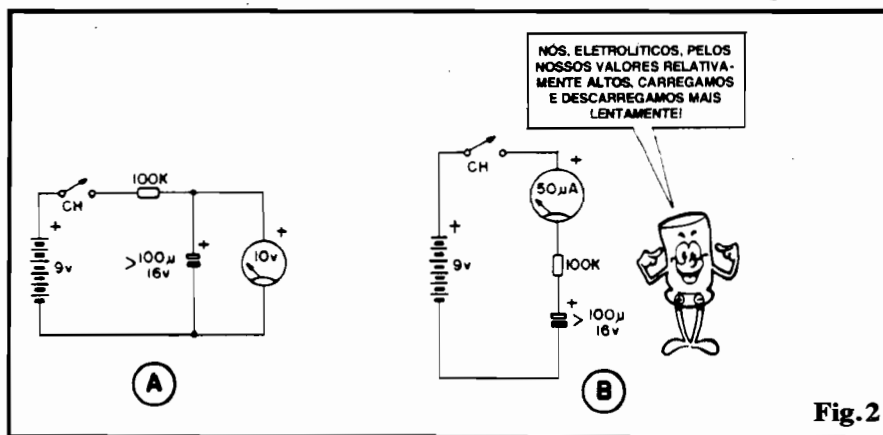

Fig. 2
- FIG. 2 - Usando medidores de TENSÃO e CORRENTE (aprendemos sobre eles na presente Revista/"Aula", e na anterior...) e munindo-nos de capacitores de valor elevado (nos de pequeno valor os fenômenos se dão de maneira muito rápida para um acompanhamento "visual"...) podemos "ver" esses fenômenos da carga e da descarga de um Capacitor, comprovando "ao vivo", tudo o que aqui foi dito! No arranjo mostrado em 2-A, monitorando a Tensão no capacitor (100u ou mais...) com um VOLTÍMETRO, ou com um MULTÍMETRO na função de VOLTÍMETRO, chaveado para uma faixa de 10 ou 12V, poderemos ver a "evolução" da carga, com o ponteiro do instrumento avançando lentamente ao longo do arco da escala de "voltagem"... Verifiquem que a "velocidade" do ponteiro, no começo da carga é bem diferente daquela mostrada no fim (já explicamos a razão disso...). Em 2-B temos um arranjo que nos permitirá "ver" diretamente a Corrente de carga. No caso precisamos de um microamperímetro,
Quem fizer a EXPERIÊNCIA da fig. 2-B perceberá que a Corrente de carga, monitorada pelo instrumento (microamperímetro) nunca se aproxima **totalmente** do "zero" (embora teoricamente ela "devesse" chegar praticamente "lá"...). Uma "correntinha", na casa dos "alguns microampères", deverá persistir, indefinidamente. Isso ocorre devido à presença da chamada "fuga" nos Capacitores, notadamente nos eletrolíticos! A isolação do dielétrico (ver "Aula" nº 2), que é formado por um eletrolito gerado por processos químicos, nunca é **perfeita** (como "deveria" ser...), permitindo assim que um minúsculo fluxo de Corrente permaneça, como se houvesse (e na prática podemos considerar que **há**...) um Resistor, de alto valor, em paralelo com o Capacitor...